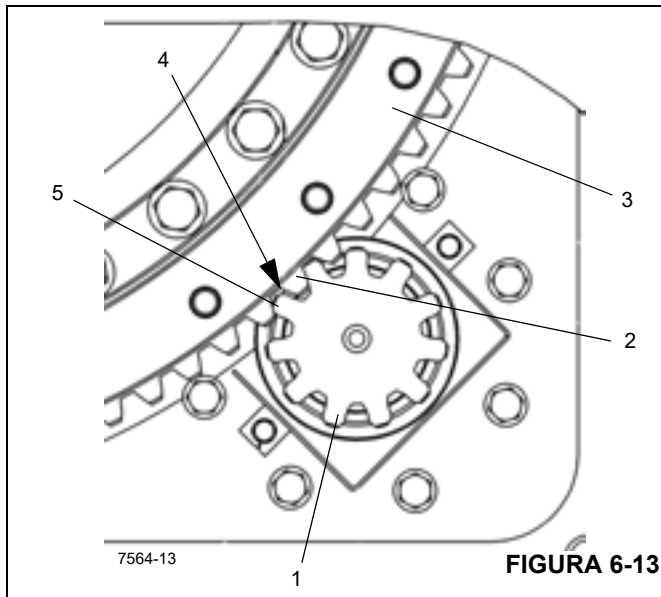

FIGURA 6-13
6. Instale o pinhão de acionamento do giro (1) Figura 6-13 de modo que a os dentes de engrenagem do pinhão de acionamento estejam alinhados com o dente (2) do ponto superior (excentricidade máxima) no rolamento da torre (3).
O ponto superior ou excentricidade máxima do rolamento a torre é identificado na fábrica usando três dentes de engrenagem em sequência no rolamento da torre como o ponto superior. Os dentes um e três são estampados (1) Figura 6-12 com uma marca de traço na parte superior e inferior do dente da engrenagem. Use estes três dentes de engrenagem ao instalar o acionamento de giro e verifique a folga mostrada na Figura 6-13.
7. Verifique a folga (4) Figura 6-13 com um calço de 0,203 mm (0.008 pol.) de espessura entre o dente da engrenagem do pinhão de acionamento (5) e o ponto superior do dente de engrenagem (excentricidade máxima) (2) no rolamento da torre.
NOTA: Se um novo rolamento (3) Figura 6-13 estiver sendo instalado, uma nova engrenagem de pinhão (1) também deve ser usada.